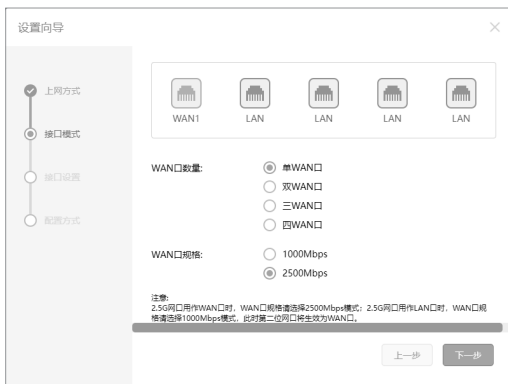

图4-3 接口模式设置
5. 进入接口模式设置,如图4-3所示,根据实际需求进行选择WAN口数量和WAN口的速率,单击“下一步”。